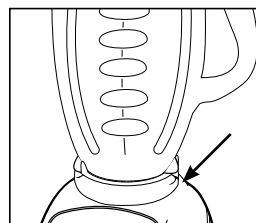

FIGURE 6
7. **Alignez les languettes du récipient avec celles de l'embase du mélangeur.** Assurez-vous que la languette gauche du récipient est derrière celle de l'embase du mélangeur et que la languette droite du récipient est devant celle de l'embase du mélangeur. Assurez-vous que le récipient repose en position. (*Figure 6*)